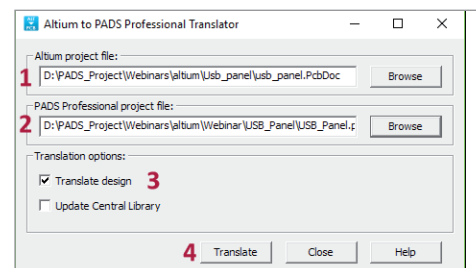

Рис. 18
- Запускаем транслятор *Altium to PADS Pro* (рис. 18).